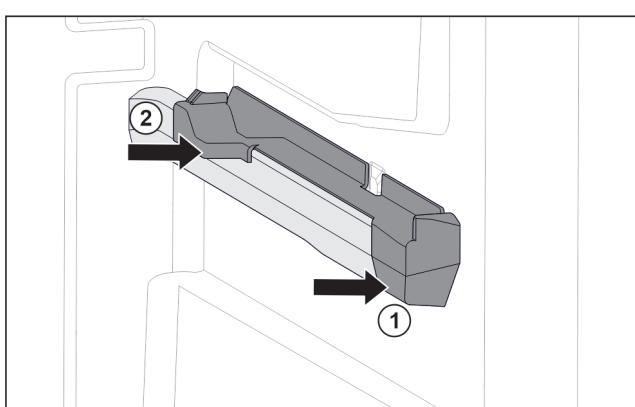

Fig. 63 Вставна частина на правому ребрі для резервуару
- Одягти вставну частину вперед на ребро резервуару. Fig. 63 (1)
- Притиснути вставну частину позаду. Fig. 63 (2)